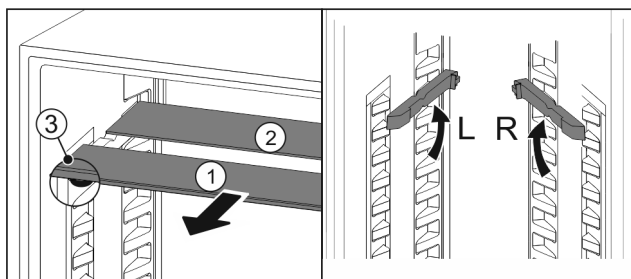

Fig. 127
- ▶ По одной извлеките Fig. 127 (1) стеклянные панели движением вперед.
- ▷ Стеклянная панель Fig. 127 (1) с декоративной планкой лежит спереди.
- ▷ Стопоры Fig. 127 (3) показывают вниз.